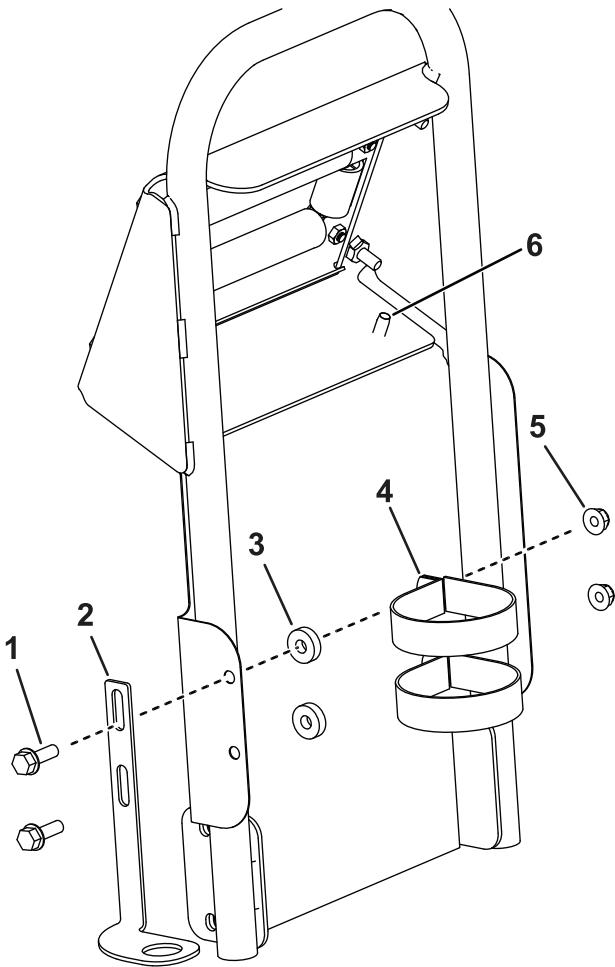

图 12
7. 用 2 个自攻螺丝将挡泥板的顶部固定到手柄上 图 12。
8. 将手喷枪支架安装到挡泥板上如 图 12 所示。